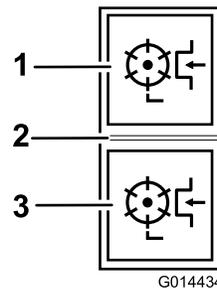

Figure 36
Appuyez sur le haut de la commande d'entraînement des têtes de coupe pour sélectionner la rotation avant (Figure 36).
Appuyez sur le bas de la commande d'entraînement des têtes de coupe pour sélectionner la rotation arrière (Figure 36).
**Débrayage de toutes les têtes de coupe :** Placez la commande à la position centrale (Figure 36).